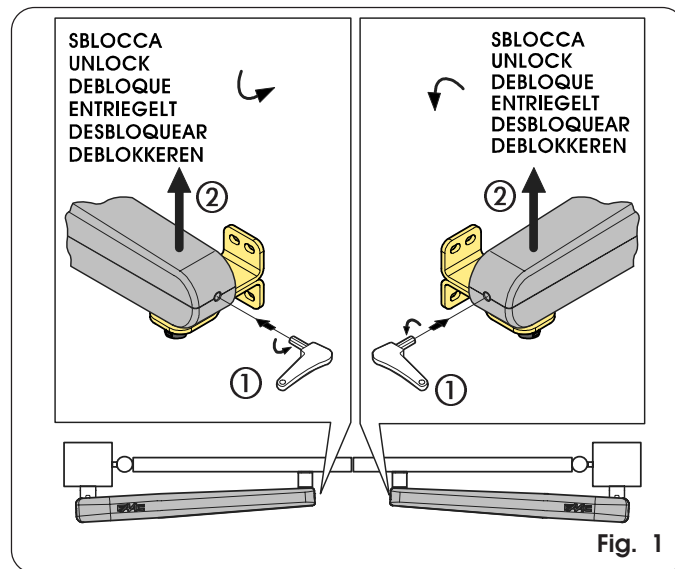

Fig. 1
- Introduire la clé à six pans creux fournie à l'avant de l'opérateur et la tourner de 5-6 tours en sens inverse horaire (Fig. 1 Réf. ①).
- Soulever l'opérateur par l'avant en le désassemblant de la patte d'attache (Fig. 1 Réf. ②) et extraire la clé de déverrouillage.